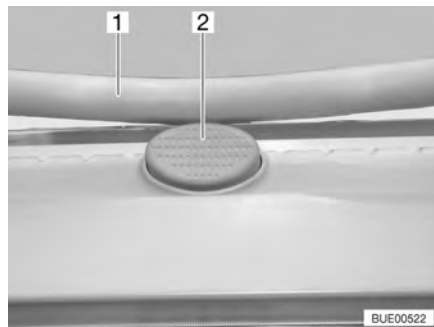

Bild 64 Låsknapp på Heki-takluckan
- Tryck på låsknappen (Bild 64,2) och dra ner bygel (Bild 64,1) med båda händerna.
- Tryck bygel uppåt med båda händerna tills bygel ligger ovanför låsknappen (Bild 64,2).